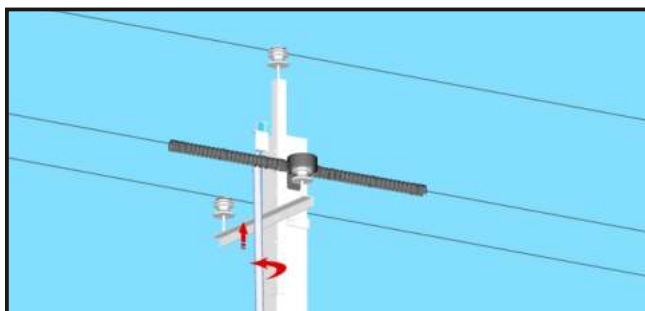

Рис. 17.
7.3.5. После фиксации устройства, захват нужно освободить поворотом штанги по оси, снять захват с устройства (Рис. 17).